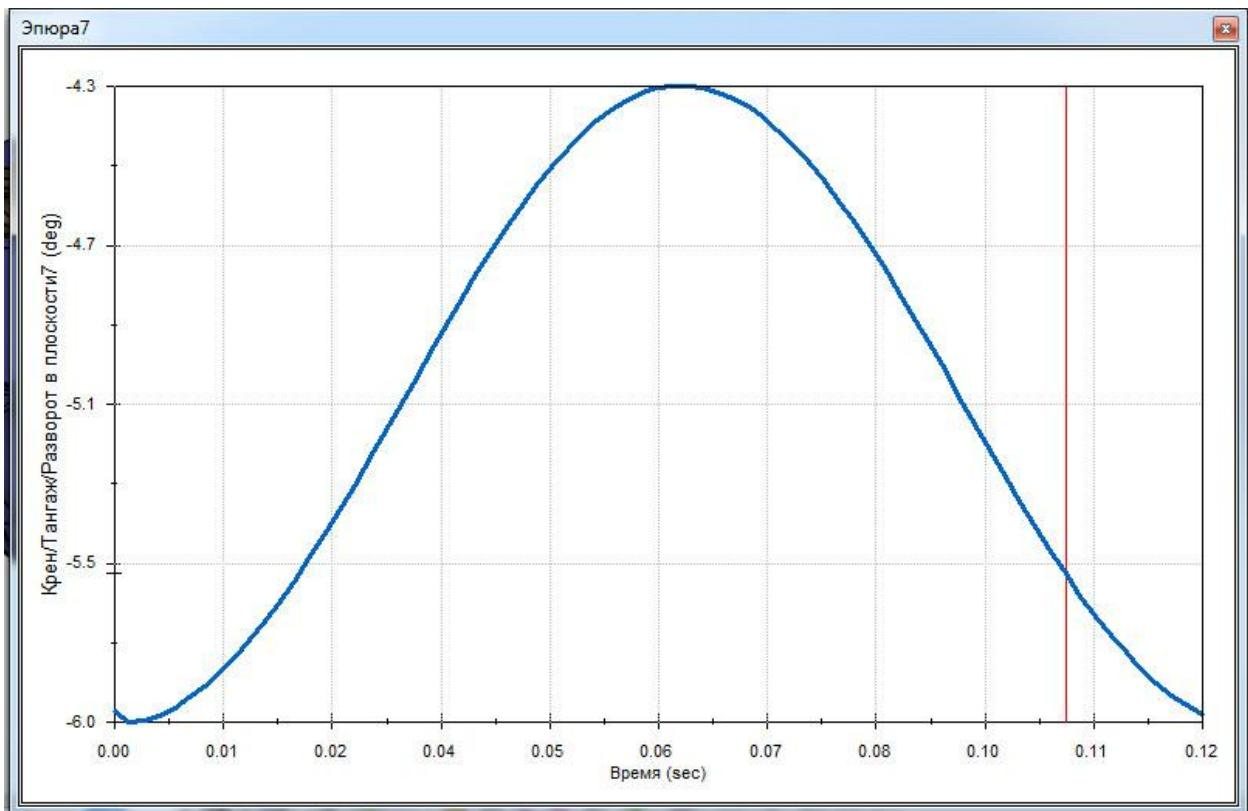

Рис. 6. Залежність крену центру маси колеса від часу
- в якості грані деталі для результата виберіть будь-яку концентричну грань таких компонентів як Neumatico, Front Hub Carrier R чи Llanta. Відобразиться епюра залежності крена центра маси обраного компонента від часу (рис.6)
Рис. 6 по факту відображує кут сходження (Toe angle) в різні моменти часу.
Графічні результати на рис.6. є допоміжними, а головним є залежність **Toe angle** як функції від вертикального переміщення центра маси колеса.